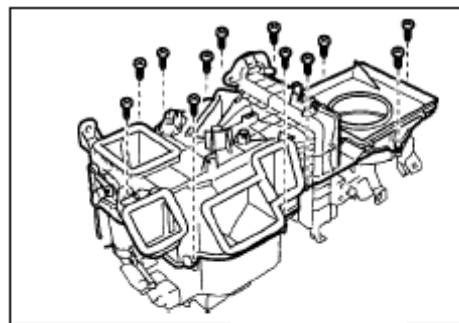

Рис. 454
- (2) Открутите 12 винтов и снимите верхнюю часть корпуса отопителя(рис. 454)